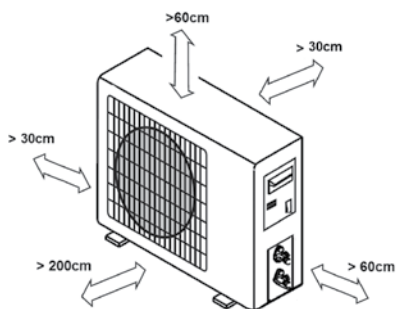

Figura 5
- Certifique-se de que há pelo menos 30 cm livres na traseira e à esquerda. O espaço livre na frente da unidade tem de ser pelo menos 200 cm e tem de ser mantido um espaço livre de 60 cm no lado da ligação (lado direito) (Consulte a figura 5.)